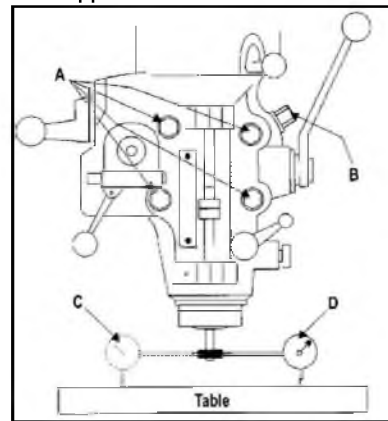

Рис. 19
5. Установите лимб в оправку и закрепите, используя стержень оправки (Рис. 19).